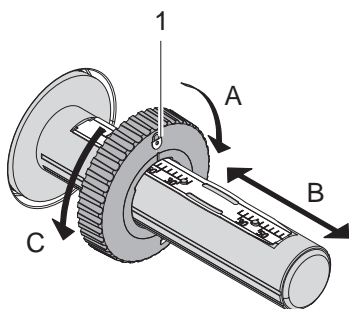

Figura 11 Impostazione della flangia regolabile
3. Regolare la flangia regolabile (1) sullo svolgitore (3) in base alla larghezza del nastro pigmentato (Figura 11):
- Tenere fermo l'avvolgitore e sbloccare la flangia regolabile (1) ruotandola in direzione A.
- Spingere la flangia regolabile (1) in direzione B e, con l'ausilio della scala, regolarla sulla larghezza del nastro pigmentato.
- Tenere fermo l'avvolgitore e bloccare la flangia regolabile (1) ruotandola in direzione C.
4. Spingere il rotolo di nastro pigmentato (5) fino alla flangia regolabile (1) sullo svolgitore (3) in modo tale che durante la svolgimento il rivestimento colorato della pellicola sia rivolto verso il basso.